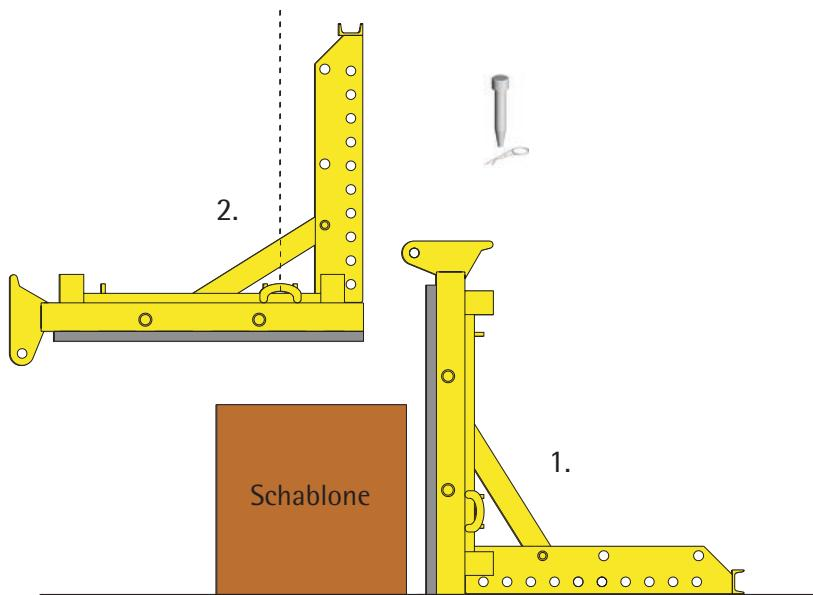

Abb.13
1. Zweite Einheit vormontieren (ohne Richtstrebens und Arbeitsplattform, S.11, Abb. 13).